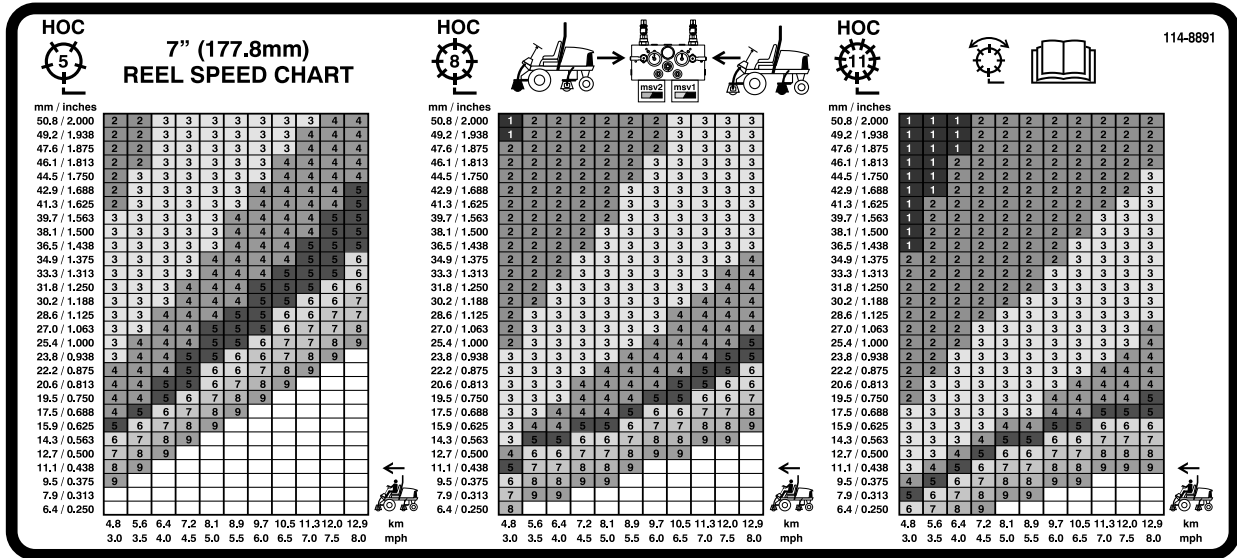
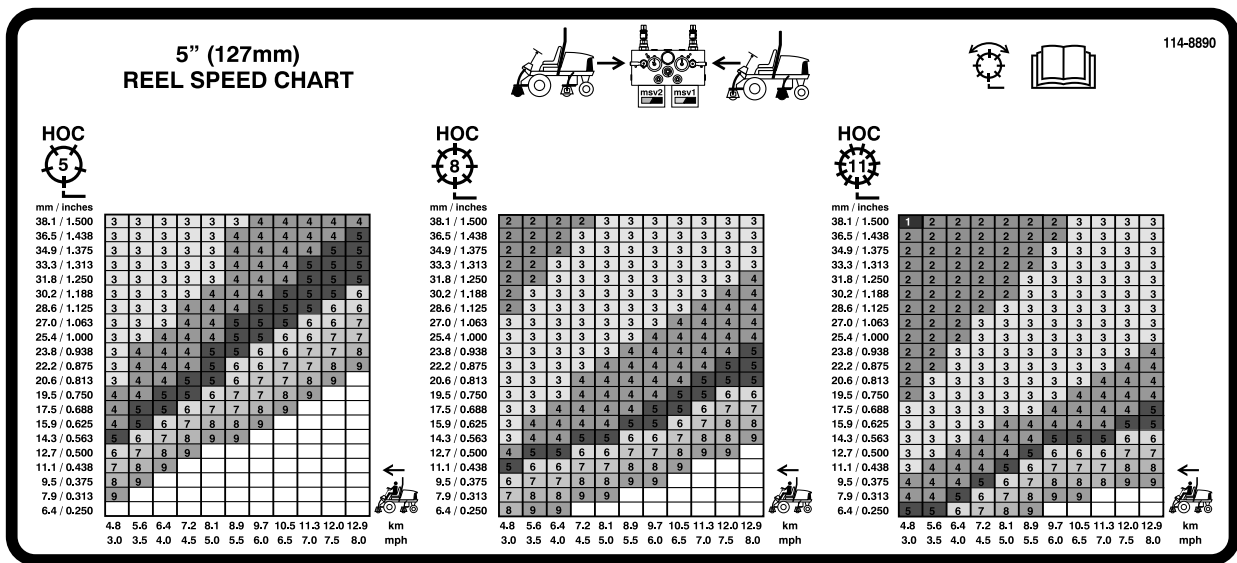

Figura 41
Figura 42
3. Utilizando o gráfico apropriado no autocolante 110-0996 (Figura 41) para Reelmaster 5510 e 5610, unidades de corte de cilindros de 17,8 cm ou o autocolante 110-8923 (Figura 42) para Reelmaster 5410, unidades de corte de cilindros de 12,7 cm determine o ajuste adequado da velocidade dos cilindros.